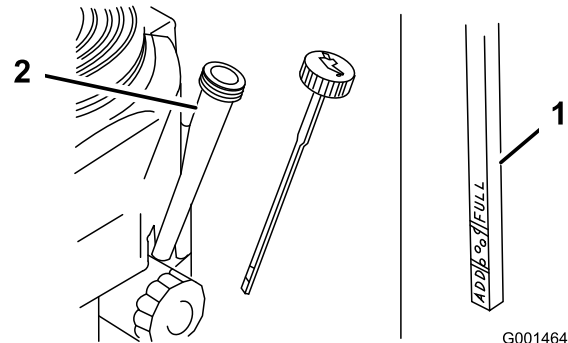

Figure 26
4. Nettoyez la surface autour de la jauge d'huile (Figure 26) pour éviter que des impuretés ne s'introduisent dans le goulot de remplissage, ce qui risquerait d'endommager le moteur.
5. Retirez la jauge d'huile et essuyez soigneusement son extrémité (Figure 26).
6. Remettez la jauge au fond du tube de remplissage, mais sans la visser (Figure 26).
9. Versez avec précaution environ 80% de la quantité d'huile spécifiée dans le goulot de remplissage (Figure 26)